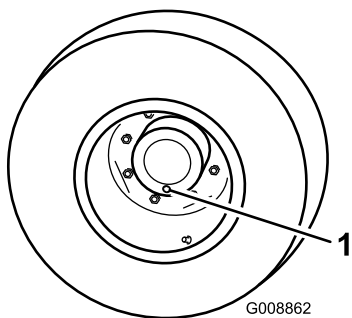

Рисунок 69
1. Поставив машину на ровную поверхность, расположите колесо так, чтобы одна контрольная пробка находилась в самом нижнем положении («6 часов») (Рисунок 69).